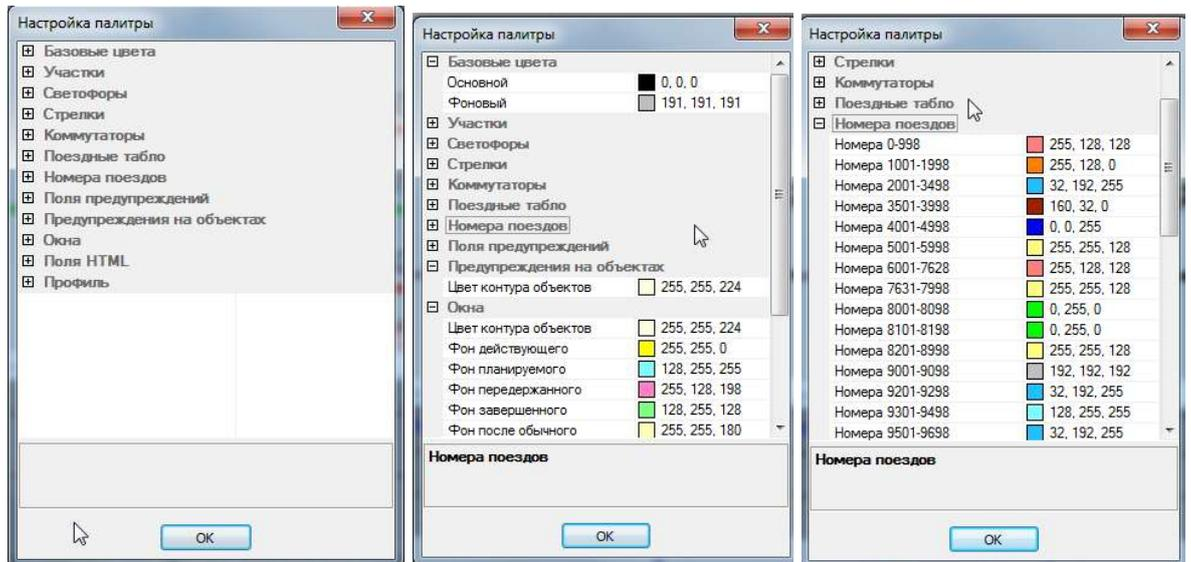

Рис.336.
- . Доступна настройка цвета для (см. рис. 336,338).